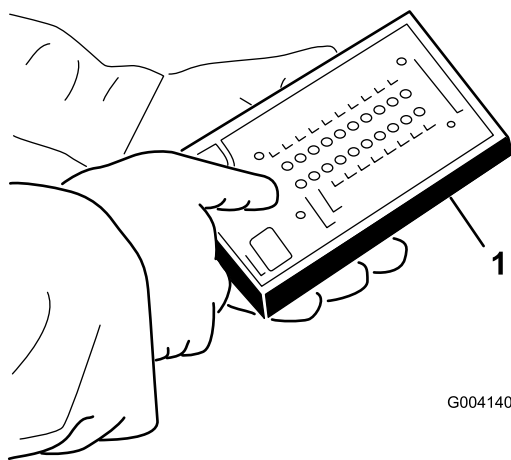

図 48
5. ハーネスのコネクタ 図 48 に ACE テスターを接続する